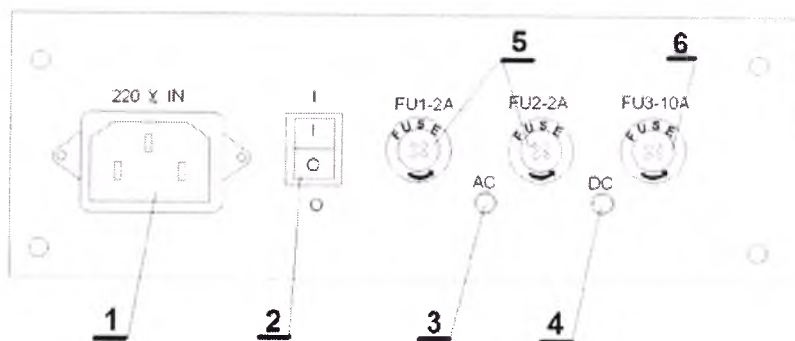

Рисунок 2 – Панель подключения питания.
1. Убедитесь, что главный переключатель (поз.2 на рис.2) установлен в положение «Выключено».